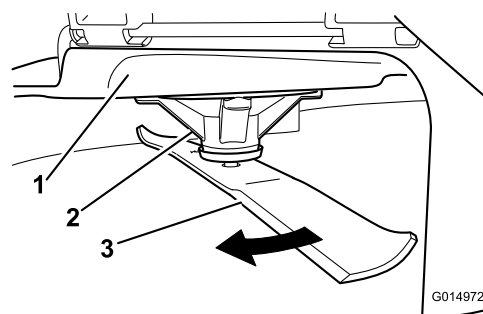

Figure 50
2. Enfilez des gants épais ou utilisez une autre protection adéquate pour les mains, et faites tourner la lame lentement jusqu'à une position permettant de mesurer correctement la distance entre le tranchant et la surface plane sur laquelle se trouve la machine (Figure 50).